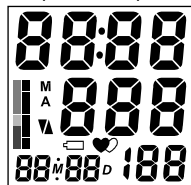
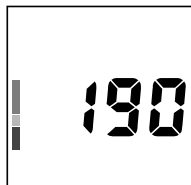

РИС.1
РИС.2
3. На дисплее кратковременно высветятся все символы (рис. 1) и прибор начнет автоматически нагнетать воздух в манжету. Первоначально нагнетание прекратится на уровне 190 мм рт. ст. (рис. 2).